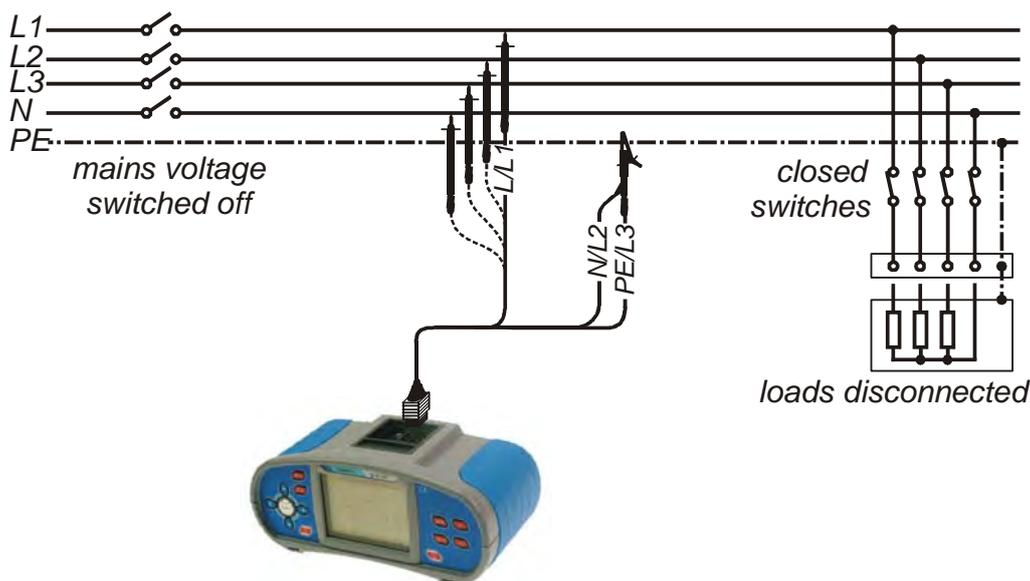

Abb. 5.2: Anschluss des Universalprüfkabels für die Messung des allgemeinen Isolationswiderstands (TEST: L-PE)
- Schließen Sie das Prüfkabel an das Instrument und an die zu prüfende Anlage an (siehe Abb. 5.2 und 5.3).